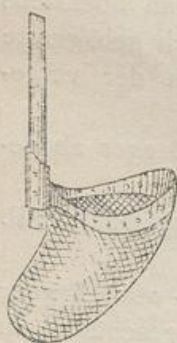

Abb. 59.
1. Sackbagger (Abb. 59). Er besteht aus dem Stiel und einem daran befestigten beutelartigen Gefäß. Dieses hat oben einen eisernen Bügel mit verstärkter Schneide, an welchem ein Sack aus Leder, Segeltuch oder dichtem Netzwerk befestigt ist. Der Sackbagger ist nur brauchbar bei kleinen Arbeiten, bis zur Tiefe von 2 m, und wenn Maschinen nicht anzubringen sind. Der Stiel ist etwa doppelt so lang als die Wassertiefe. Der Sackbagger wird meistens unmittelbar mit der Hand von Gerüsten, Flößen oder Schiffsgefäßen betrieben, seltener mit einer Winde.